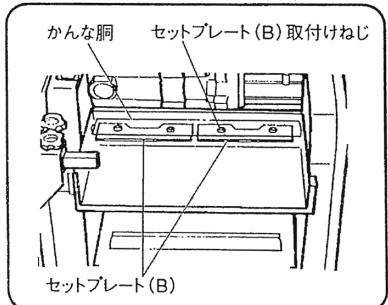

図 36
(2) 付属のボックススパナ（10mm）でかんな刃取付け用ボルト8本をゆるめ、かんな刃および押え金をはずします。
(3) 替刃取付用セット（自動）のセットプレート（B）を取り付けねじ4本でかんな胴に固定します。（図36）